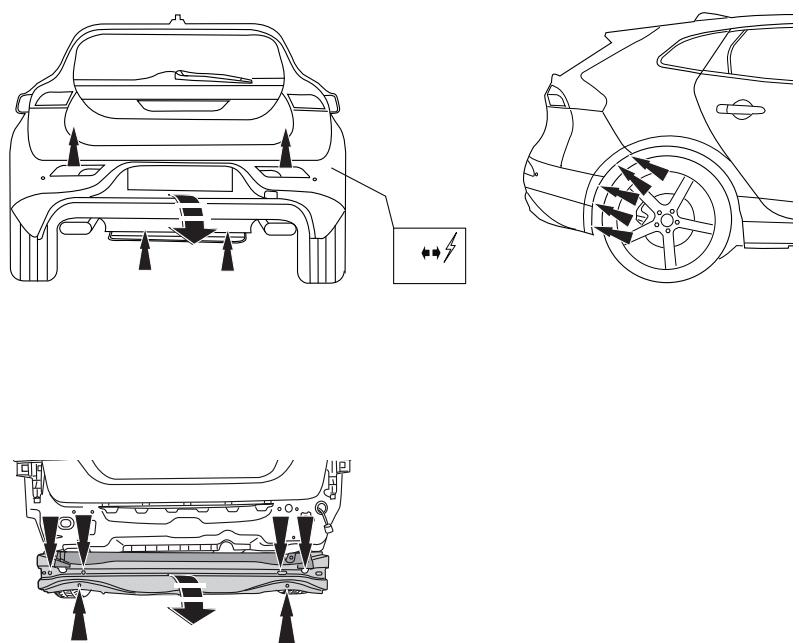

Fig. 1
1. Remove the back exhaust silencer and loosen the heat shield. Figure 1.
1. Die Stoßstange einschließlich des stählernen Stoßbalkens vom Fahrzeug abmontieren. Siehe Abbildung 1.
3. Voir la figure 1.
1. Demonter kofangeren, inklusive køretøjets stålstødbjælke. Se fig. 1.